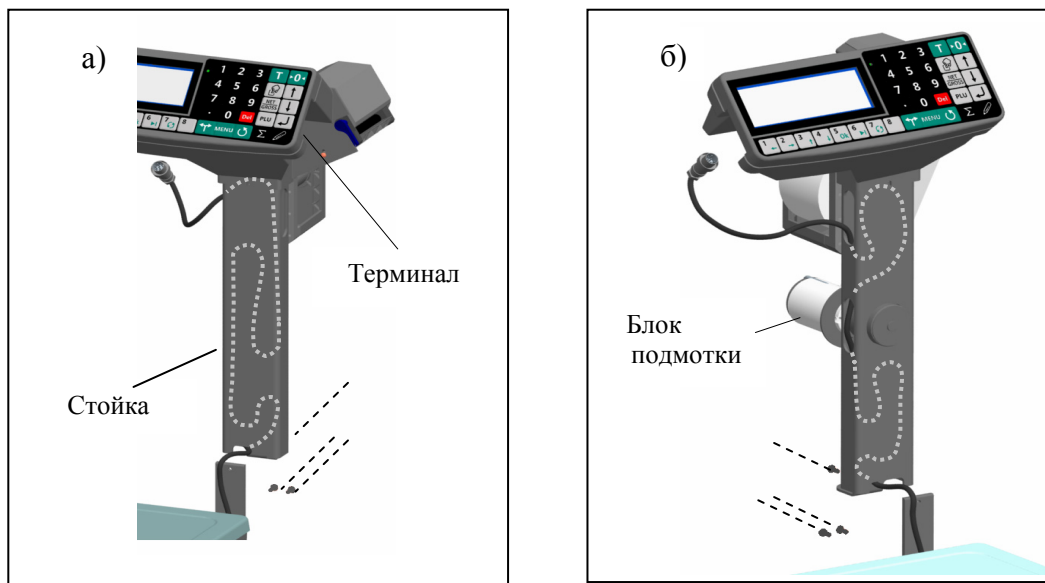

Рис. 4.2 - Сборка весов:
4.3 Протянуть кабель внутри стойки и привинтить стойку к кронштейну модуля взвешивающего. Подключить модуль к терминалу кабелем. Излишки кабеля убрать в стойку (Рис. 4.2 а, б).